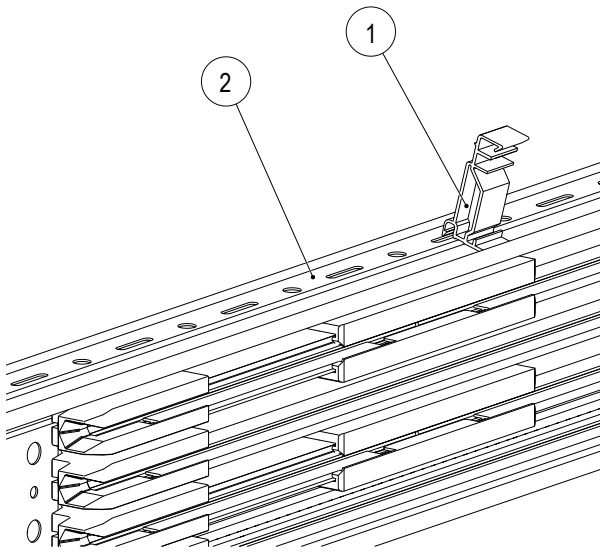
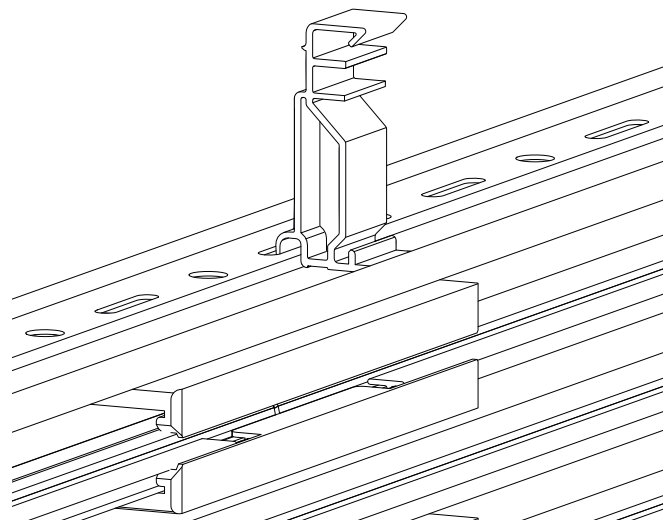

Abb. 39: Bandhalter (1) in das ProShell-Tragprofil (2)
Abb. 40: Der Bandhalter ist montiert
1. Die Bandhalter (1) in die Nut der ProShell-Tragprofilschiene (2) montieren. Dabei den Bandhalter leicht kippen und vorsichtig in das Langloch am ProShell-Tragprofil (Oberseite/Unterseite) einklipsen (siehe Abb. 39 und Abb. 40).